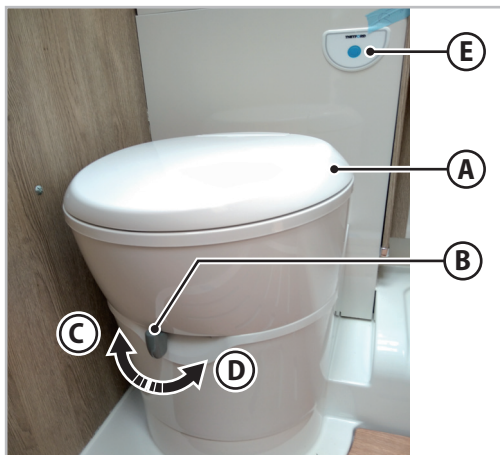

Fig.6.44 - Rinçage du WC
La partie supérieure du WC (A - Fig.6.44) peut tourner vers la droite ou vers la gauche pour optimiser l'utilisation des espaces.
1. Déplacer le levier (B - Fig.6.44) en position (C - Fig.6.44) pour ouvrir le volet d'évacuation.
2. Maintenir le bouton (E - Fig.6.44) de rinçage enfoncé pour le temps nécessaire.
3. Pour fermer le volet d'évacuation, déplacer le levier en position (D - Fig.6.44).
1. Vérifier que la trappe d'évacuation du WC est fermée : le levier (B - Fig.6.44) doit être en position (D - Fig.6.44).